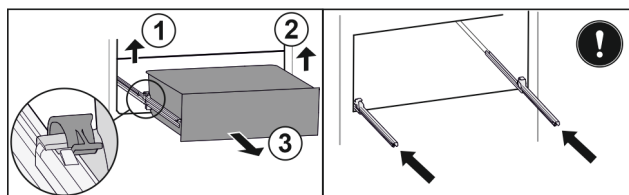

Fig. 101
- Podnieść lewy zacisk i wysunąć jednocześnie szufladę po lewej do przodu. Fig. 101 (1)
- Podnieść prawy zacisk i wysunąć jednocześnie szufladę po prawej do przodu. Fig. 101 (2)
- Wyjąć szufladę do przodu. Fig. 101 (3)